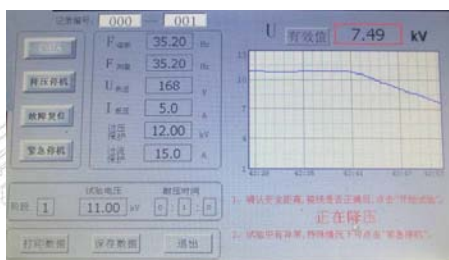

图 10
(17) 当时间到设置时的耐压时间时, 系统自动降压, 右下角提示“正在降压, 如有异常情况, 请点击“降压停机””; 显示界面如图10所示。